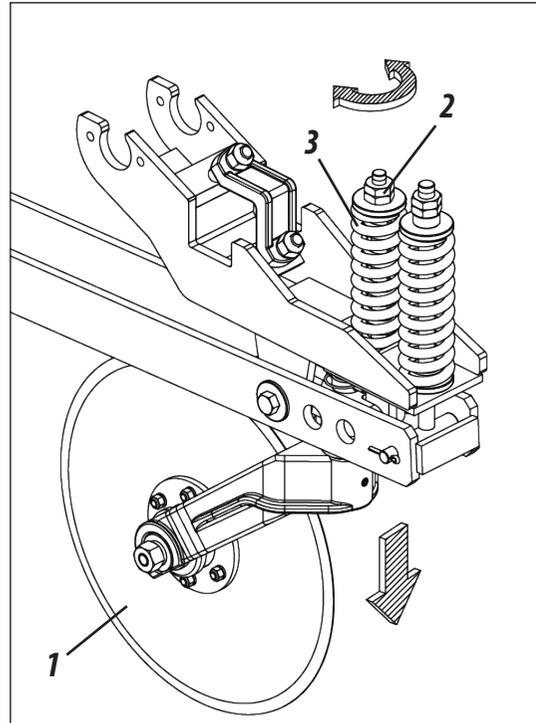

Figura 40
**AJUSTE DE PRESIÓN DEL DISCO DE CORTE ( FIGURA 40 )**